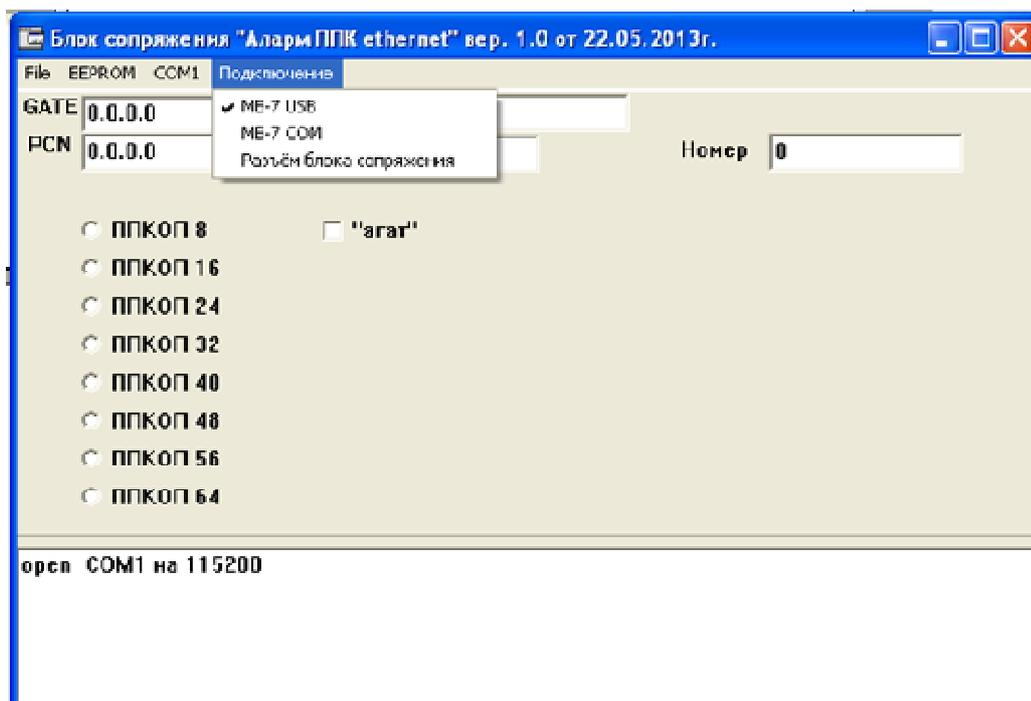

Рисунок 2 – Настройка программы для работы с MB-7
2.6.5 Запустить программу BSprog.exe. Выбрать в меню «Подключение» тип подключенного устройства, в меню COM – требуемый COM-порт (рисунок 2).